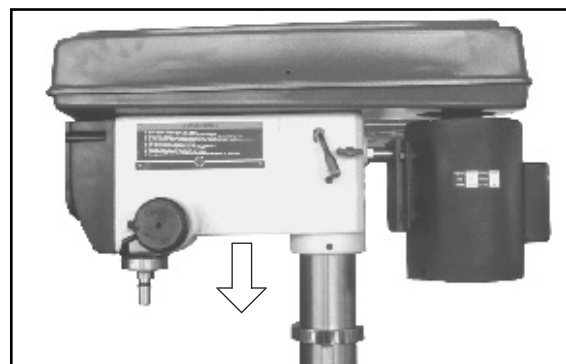

Figure 2
1. Placez la tête de la perceuse sur la colonne et descendez-la autant que possible (Fig. 2). Alignez ensuite la tête de la perceuse avec la base de la perceuse à colonne.